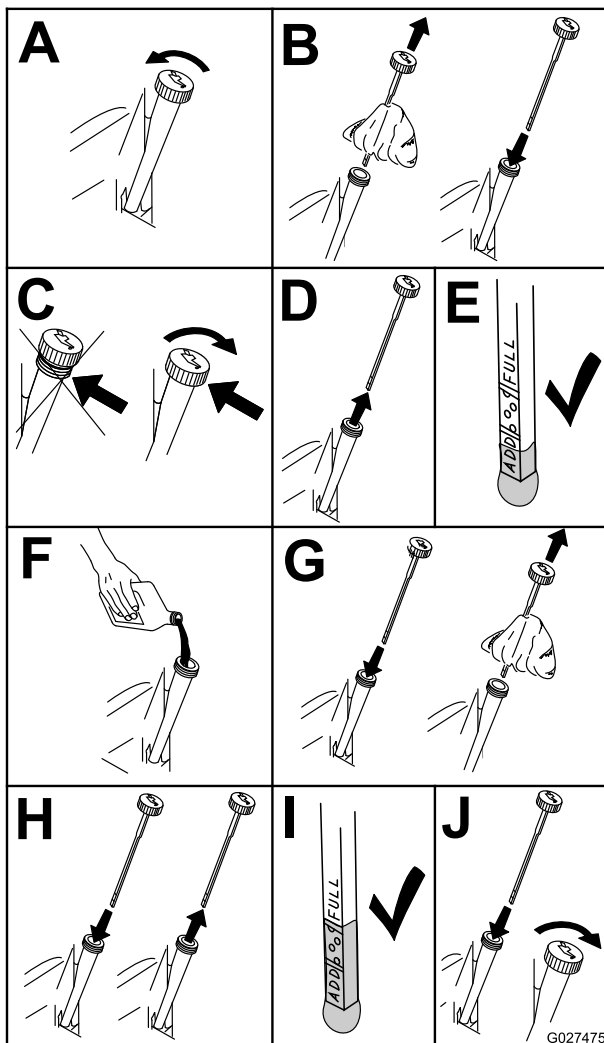

Figura 44
4. Controllate il livello dell'olio motore (Figura 44).